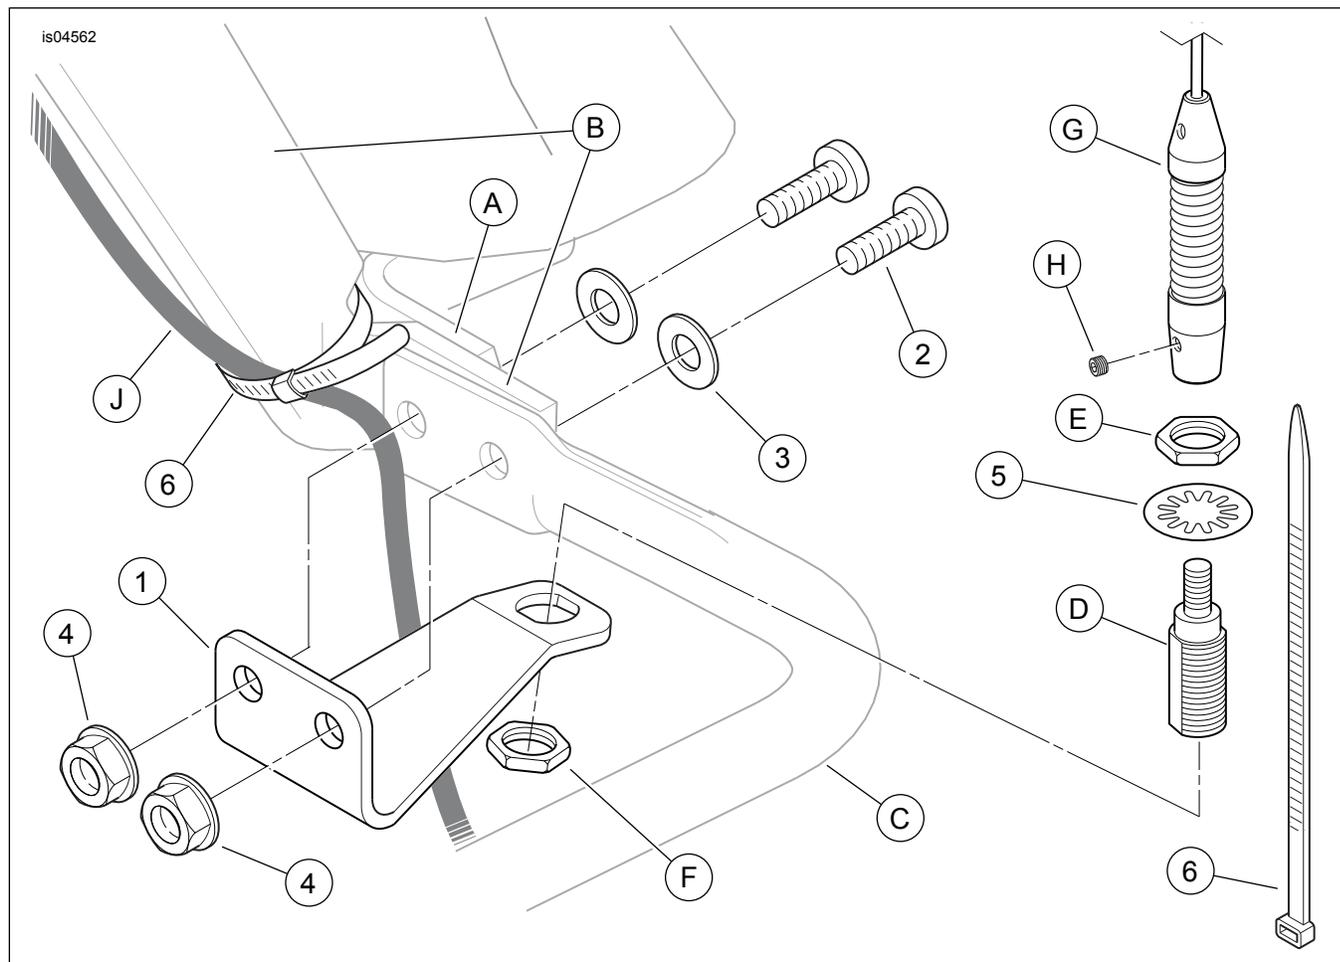

Figura 2. Peças de reposição: kit de reposicionamento da antena
Veja a Figura 2 e a Tabela 1.
3. Use uma chave hexagonal de 2 mm para soltar o parafuso de fixação (3) da parte inferior do mastro da antena (2). Desaparafuse o mastro da base da antena e separe-o para a reinstalação.
4. Remova a contraporca inferior (4) e remova a base da antena do suporte de montagem (6). Guarde ambas as contraporcas, mas descarte a arruela de pressão (5).
5. Remova os dois parafusos (8) e arruelas de pressão (9) que fixam o suporte de montagem da antena e o remate (7) no suporte traseiro do alforje (10). Descarte o suporte, o remate e os prendedores.
7. Suporte o silencioso do lado esquerdo na posição instalada com um bloco de madeira ou outro método adequado. Remova e descarte os dois parafusos cabeça de panela e as porcas (11) que fixam a barra de suporte inferior do alforje no suporte traseiro do alforje.
8. Veja a Figura 2. Pegue o **novo** suporte da antena (1) e os dois parafusos cabeça de panela (2), as arruelas lisas (3) e as porcas flangeadas (4) do kit. Monte uma arruela lisa nas roscas de cada parafuso.
9. Posicione o suporte da antena como mostrado no lado dianteiro da barra de suporte inferior do alforje (C). Da parte traseira, insira um parafuso através do suporte do alforje no pára-lama (A) e do furo interno no suporte traseiro do alforje (B) e da barra de suporte do alforje. Insira o parafuso restante através do furo externo no suporte e na barra.
11. Coloque a arruela de pressão com dentes internos (5) do kit nas roscas maiores da base da antena (D, removida anteriormente), debaixo da porca hexagonal (E), e insira a base da antena através do furo no suporte de montagem da antena.
12. Instale a segunda porca hexagonal (F) nas roscas da base da antena. Coloque uma chave na porca superior e aperte a porca inferior com torque de 8 N·m (6 ft-lbs).
15. Fixe o cabo da antena no suporte traseiro do alforje no furo retangular com uma abraçadeira (6) do kit. Use uma segunda abraçadeira para unir o cabo da antena (**e, nos modelos FLHX, o excesso dos fios da lâmpada da faixa traseira**) ao trilho do quadro, perto das linhas do ar da suspensão, debaixo da tampa cromada. **NÃO** una o cabo às linhas de ar. Use a abraçadeira restante para unir o cabo da antena (J) ao suporte do alforje no pára-lama (A) e aos suportes traseiros do alforje (B) como mostrado.